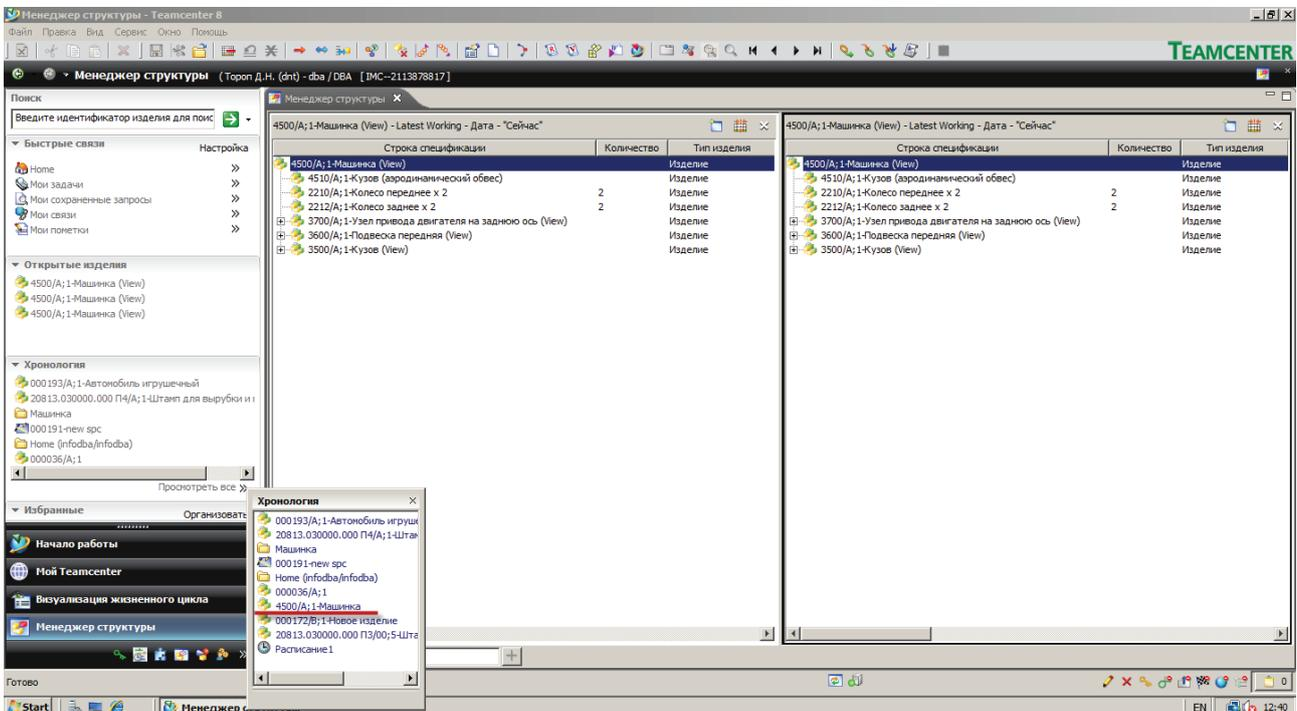

Рисунок 14.20
- любым из способов открыть ту же сборочную единицу еще раз. В результате одна и та же сборочная единица будет отображаться в двух окнах одновременно (рис. 14.20);